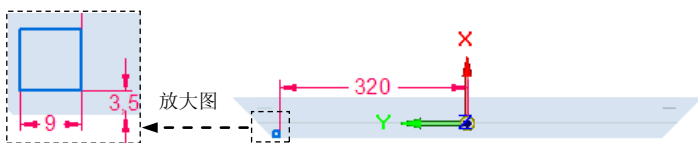
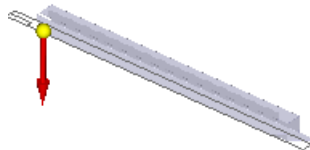

图 8.13.21 截面草图
图 8.13.22 定义移除方向
② 绘制图 8.13.21 所示的截面草图。
③ 单击“主页”操控板中的“关闭草图”按钮，退出草图绘制环境。
(3) 定义法向除料特征属性。在命令条中单击“厚度剪切”按钮和“全部穿透”按钮，并将移除方向调整至图 8.13.22 所示的方向。